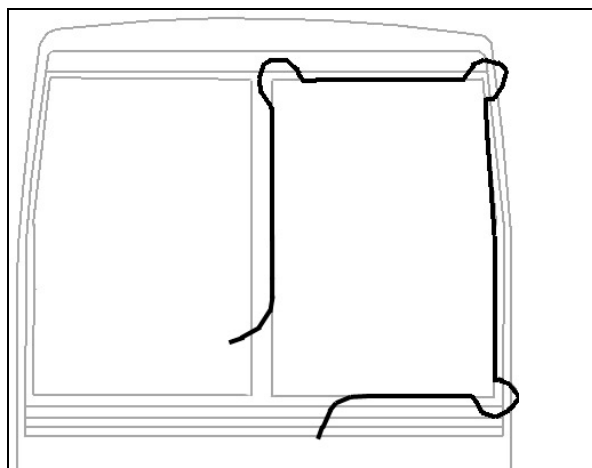

FIGURE 19 : INSTALLATION DU PARE-BRISÉ À L'AIDE D'UNE CORDE
- Insérer une corde dans la pièce extrudée en laissant assez de longueur à chaque extrémité pour faire une boucle. Vaporiser de l'eau savonneuse sur la corde et la pièce extrudée en caoutchouc (Figure 19).